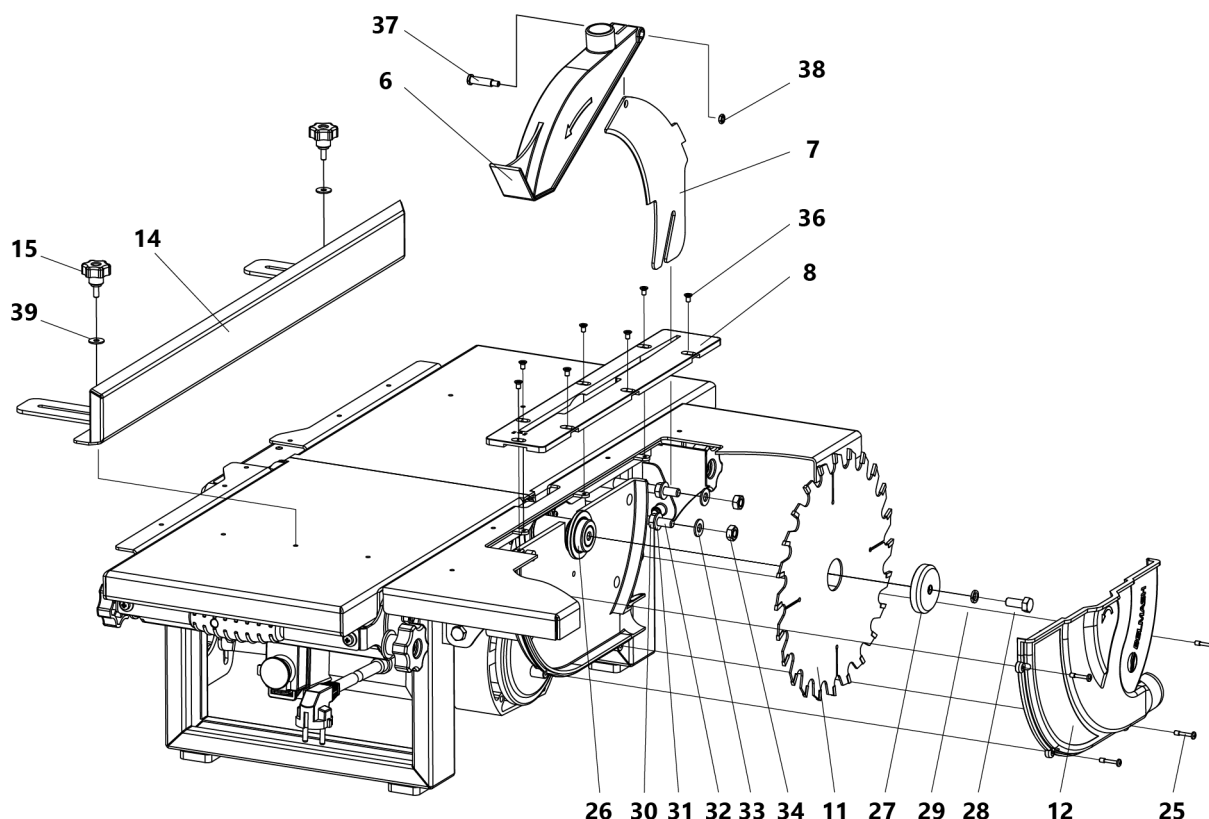

Рисунок 4. Схема сборки станка на операцию пиления
- снять кожух 12, предварительно вывернув винты 25 (рис. 4);
- накрутить гайки 30 на резьбовые стержни 32, установить шайбы 31 (рис. 4);
- установить в паз пильного стола вставку 8 (рис. 4), отрегулировать так, чтобы метка «▽» на вставке совпадала с центром пильного диска 11;
- установить кожух 6 на расклинивающий нож 7 (рис. 4);
- установить на станок линейку 14 (рис. 4);